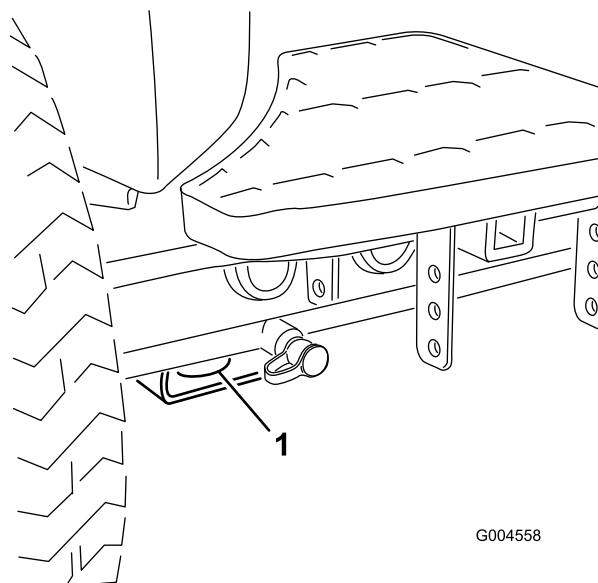

Figura 23
- **Dianteira da máquina** – o orifício na pastilha retangular, por baixo do tubo do eixo, dentro de cada pneu dianteiro (Figura 23).